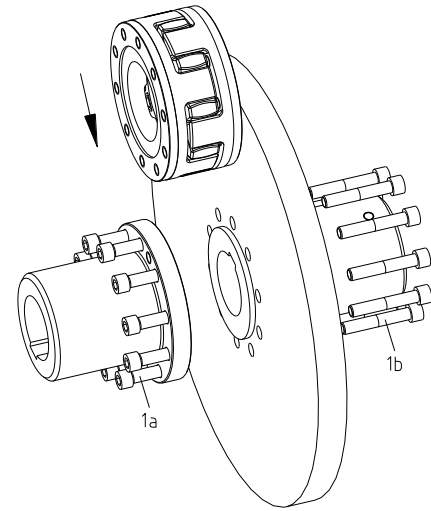

Fig. 7
- Placer les pièces assemblées entre les brides d'accouplement (composants 4Nv et 4Nx) (voir Fig. 7) et visser les pièces avec les vis à tête cylindrique (composants 1a et 1b), d'abord à la main.